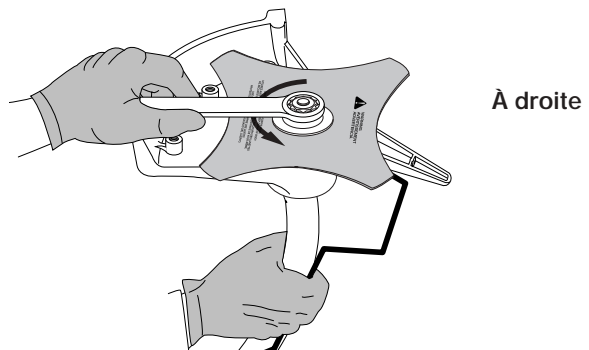

Fig. 14
2. Maintenez la tige de blocage en place en la saisissant près du bras de l'appareil (Fig. 14).
3. Tenez la tige de blocage et desserrez l'écrou de la lame en le tournant à droite avec une clé fermée ou à douille de 11/16 pouce (Fig. 14).